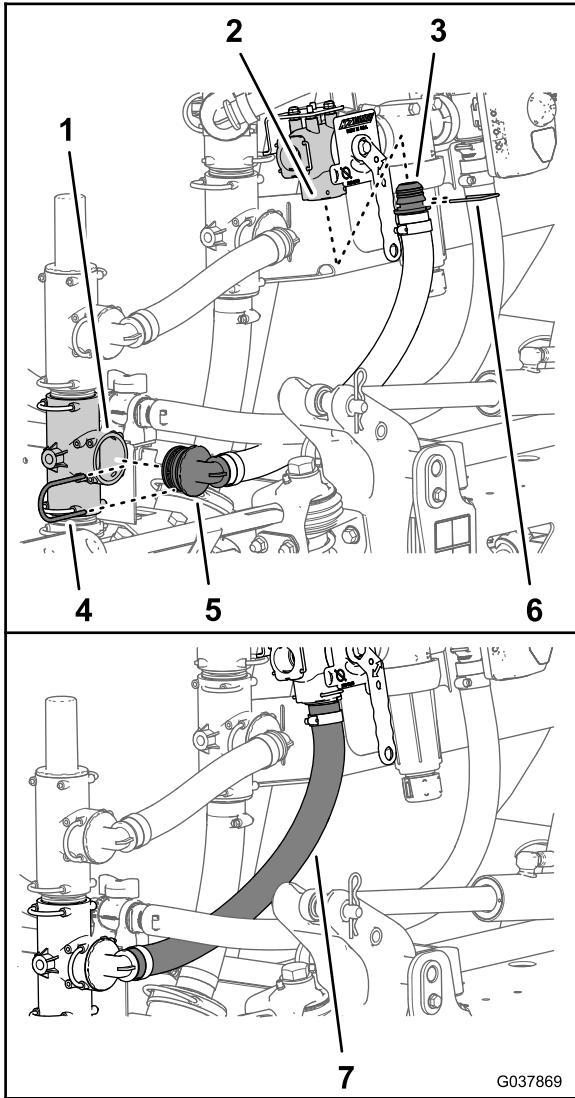

Figura 71
1. Monte a união estriada reta do tubo de fornecimento do pulverizador (25 x 486 mm) na porta de entrada da válvula de corte do misturador (Figura 71).
2. Monte a união estriada reta na válvula de corte do misturador com o retentor que foi fornecido com a válvula de corte (Figura 71).
3. Monte a união de 90° do tubo de fornecimento do pulverizador na porta aberta da união em T da bomba do pulverizador (Figura 71).
4. Prenda a união de 90° na união em T com o retentor (Figura 71) que retirou no passo 5 de Retirar os tubos da distribuição da agitação e fornecimento do pulverizador (página 17).